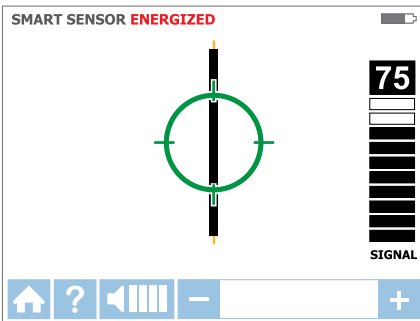

Figura 3.1e
5. El símbolo de destino verde indica que el receptor está directamente sobre el cable. Si el receptor no se bloquea en el cable, reduzca la sensibilidad con el botón "-" del teclado o ajuste el transmisor para que transmita a nivel BAJO (precisión). (Consulte la Figura 3.1e).